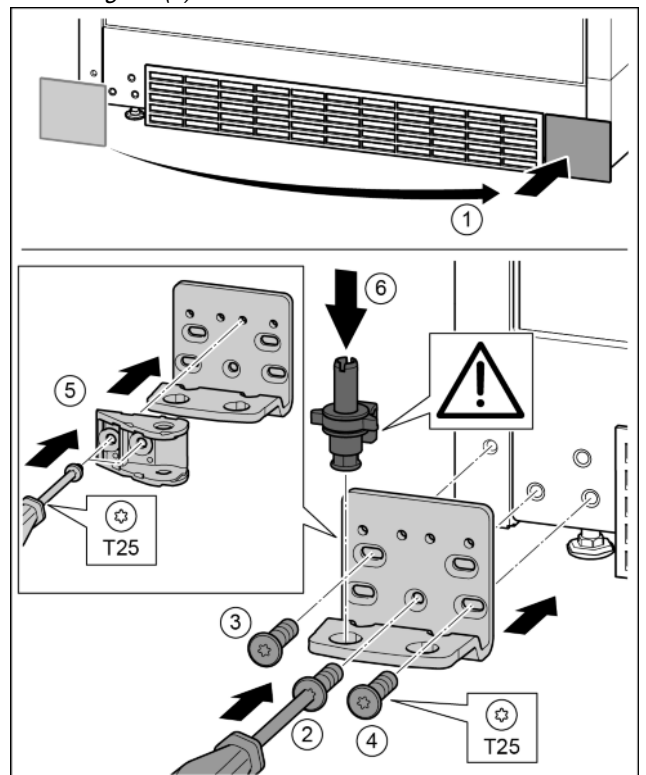

Fig. 29
- ▶ Снять крышку и поставить с другой стороны. Fig. 29 (1)
- ▶ Установить опорный кронштейн с другой стороны и прикрутить с помощью отвертки T25. Начинать с винта 2 в центре. *Fig. 29 (2)*
- ▶ Затянуть винты 3 и 4. *Fig. 29 (3, 4)*
- ▶ Повернуть соединительный элемент амортизатора закрывания дверей на 180°. Прикрутить с другой стороны опорного кронштейна с помощью отвертки T25. *Fig. 29 (5)*
- ▶ Снова установить опорный палец в сборе. При этом следить за тем, чтобы выступ фиксатора был направлен назад. *Fig. 29 (6)*